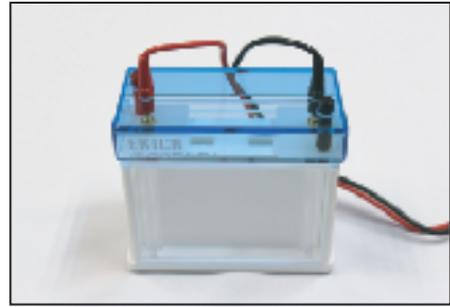

図14
14. セルベースにセルカバーをセットします。この時、セルベース側のリムーブガイドの色とセルカバーのケーブルの色が合うようにセットして下さい。（図14）セルカバーは一方方向にしかセットできない構造になっています。